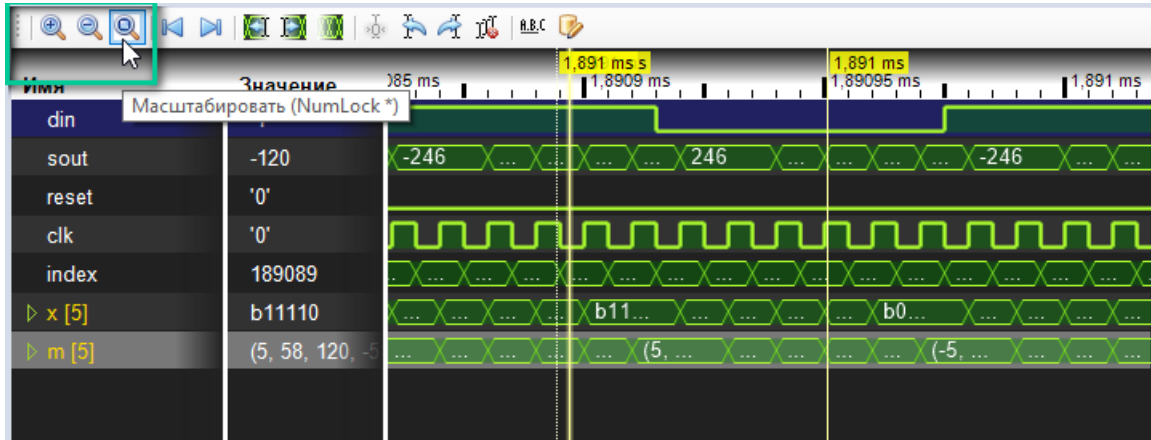

Рис. 32 Расположение кнопки «Масштабировать»
- Изменение масштаба, см. Рис. 32.